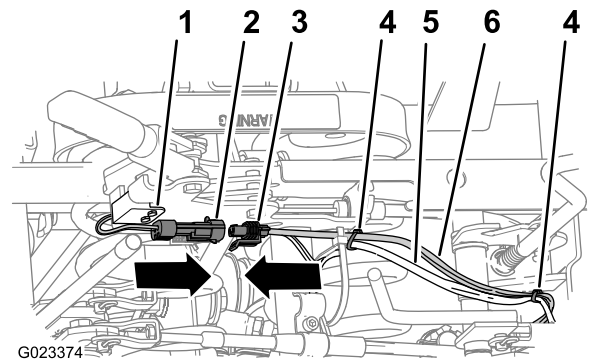

Figura 29
- Dirigete la diramazione del cablaggio preassemblato del kit con il connettore a 2 pin in avanti verso il contattore del freno di stazionamento (Figura 29) installato al passaggio 5 Montaggio del contattore del freno di stazionamento (pagina 7).
- Collegate il connettore a 2 prese del cablaggio preassemblato del kit al connettore a 2 pin del cablaggio preassemblato del contattore del freno di stazionamento (Figura 29).
- Fissate il cablaggio preassemblato del kit al cablaggio principale posteriore nelle 2 posizioni mostrate nella Figura 29.